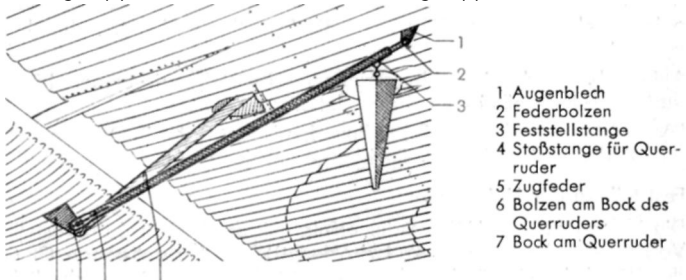

Abb. 7 Feststellstange des linken Querruders
Die Feststellung des linken Querruders (Abb. 7) erfolgt mit einer Feststellstange (3). Das eine Ende dieser Stange (3) ist mit dem Feder-